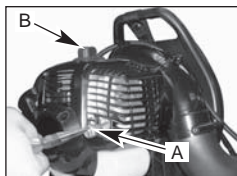

Fig. 26
1. Voordat u de bougie (B) (fig. 26) verwijderd om ze schoon te maken of te vervangen, moet u nagaan dat de motor volledig is uitgeschakeld en de bougie is afgekoeld. Maak de bougiekabel los en verwijder die van de bougie. Verwijder de bougie met het geschikte gereedschap. Controleer, reinig en vervang de bougie indien nodig.